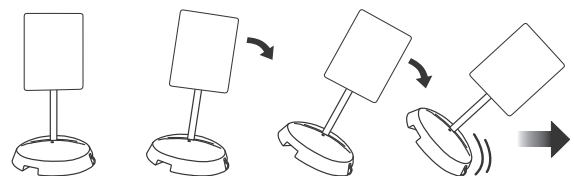

Figure 5
11. Pour déplacer l'enseigne, saisissez la poignée à EZ-Grip, inclinez l'enseigne du côté des roulettes encastrées et tirez pour rouler. (Voir Figure 5)